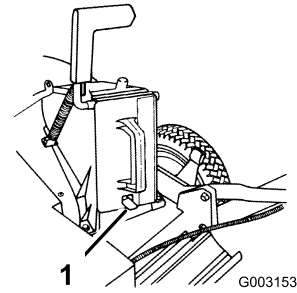

Bild 7
3. Schieben Sie die Abdeckung so weit ein, dass der Federclip an der Unterseite der Abdeckung einschnappt. Dadurch wird sie sicher im Auswurfkanal befestigt (Bild 7).